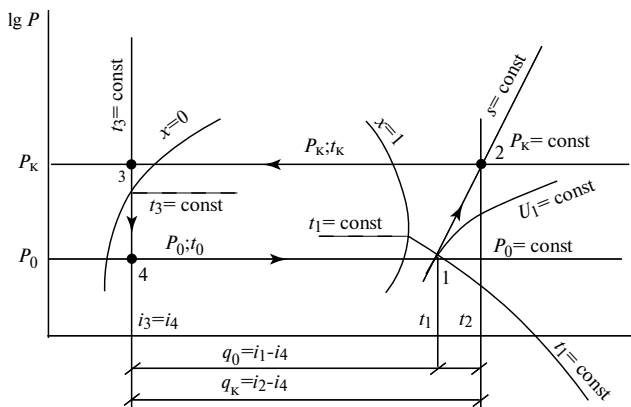
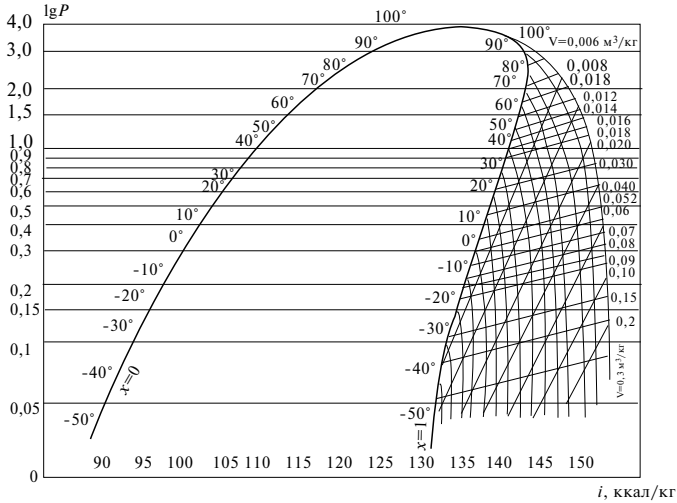

Рис. 1. Цикл холодильной машины
Рис. 2. Диаграмма $\lg P-i$ для фреона-12
3.5. На диаграмме $\lg P-i$ (рис. 2) построить цикл холодильной машины, аналогичный показанному на рис. 1.
3.6. При помощи диаграммы $\lg P-i$ (рис. 2) определить удельную энтальпию (удельное теплосодержание) хладагента в четырех точках цикла и заполнить табл. 2.